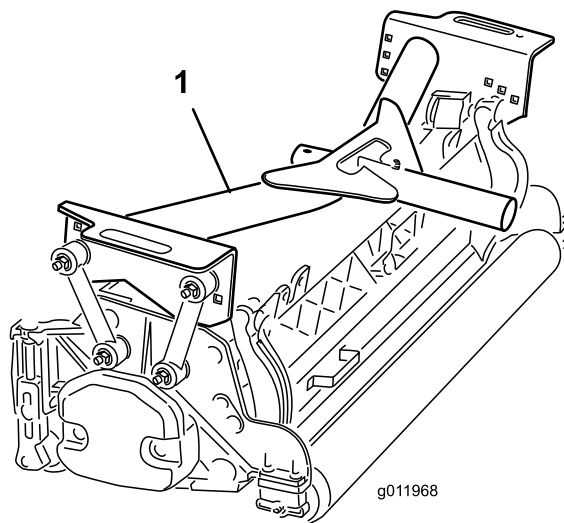

図 16
- 前キャリア・フレーム（図 16）を各前カッティングユニットに載せる。